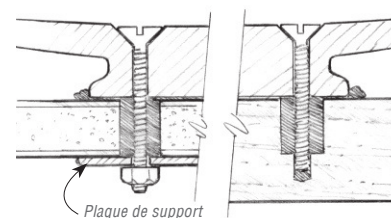

Figure 18 Serrez les fixations jusqu'à ce qu'une petite quantité d'époxyde est extraite du joint.
5. Positionnez le matériel. Insérez et serrez les fixation jusqu'à ce qu'une petite quantité du mélange est extraite du joint (Figure 18).